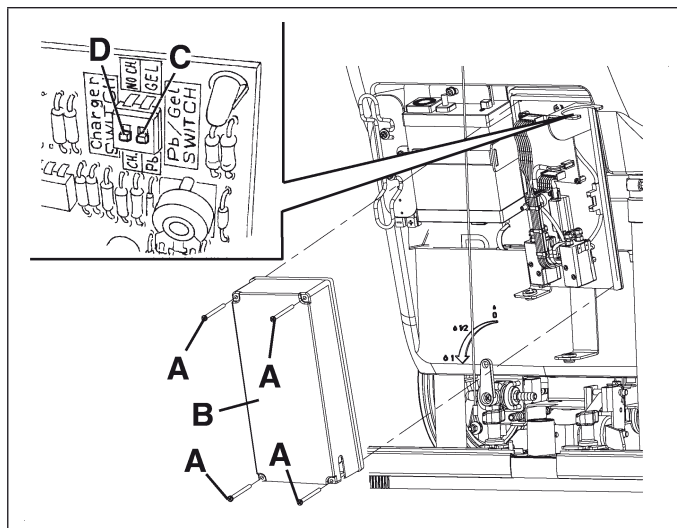

Figure 7
2. Dévisser les vis (A, Fig. 7) et sortir avec soin le couvercle (B) du boîtier des composants électriques.
3. Pousser le microinterrupteur (C, Fig. 7) vers le bas en le positionnant sur WET.
Ne pas bouger/déplacer l'interrupteur adjacent (D, Fig. 7).
4. Reposer le couvercle (B, Fig. 7) du boîtier des composants électriques et visser les vis (A).